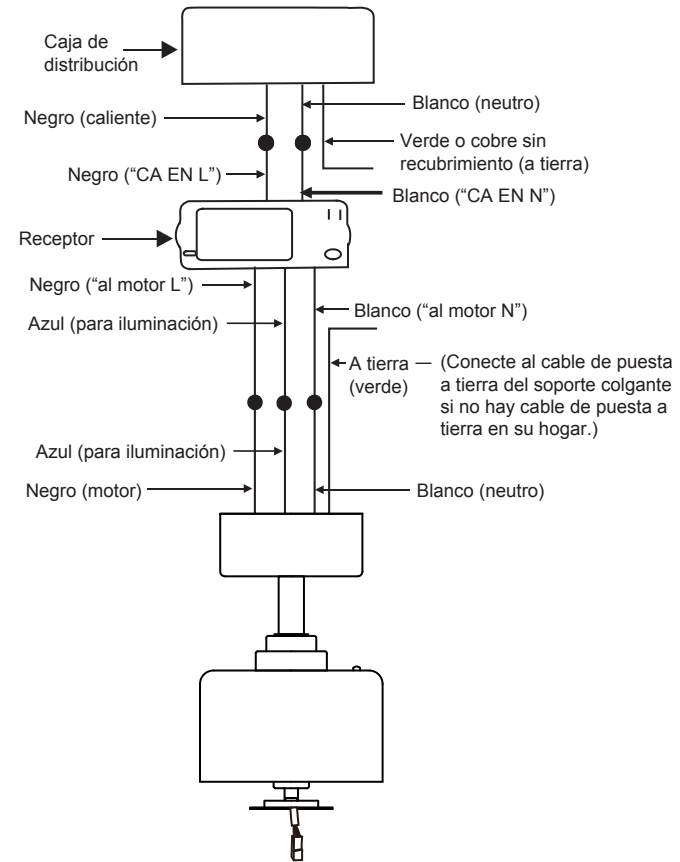

Fig. 14
## Paso 2. Conexiones eléctricas del motor al receptor: (Fig. 14)
**Paso 3. (Fig. 14)** Conexiones eléctricas del receptor a los cables de alimentación del hogar: Conecte el cable negro (caliente) del cielorraso al cable negro marcado como "AC in L" (CA en L) del receptor. Conecte el cable blanco (neutro) del cielorraso con el cable blanco marcado como "AC in N" (CA en N) del receptor. Asegure las conexiones de cables con las tuercas plásticas para cable proporcionadas.
**Paso 4. (Fig. 14)** Si su caja de distribución tiene un cable de puesta a tierra (verde o cobre sin recubrimiento), conéctelo a los cables de puesta a tierra del ventilador; en caso contrario, conecte el cable de puesta a tierra del soporte colgante al soporte de montaje. Asegure la conexión eléctrica con una tuerca de plástica para cable proporcionada. Después de haber conectado los cables, sepárelos de manera que el cable verde y el cable blanco queden de un costado de la caja de distribución y el cable azul y el cable negro queden del otro costado. Empuje con cuidado las conexiones de cables hacia arriba dentro de la caja de distribución.